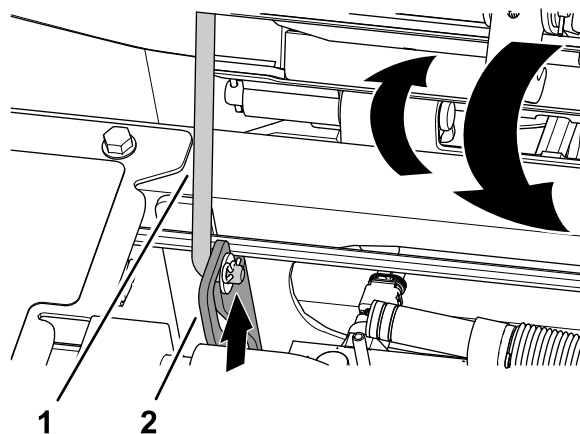

图 66
1. 稍微转动座椅，将支撑杆从座椅支架槽的凹陷处提起（图 66）。